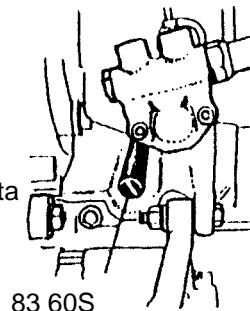

Fig.1
- 5/. Remueva el tapón roscado del bloque de cilindros y ponga el Tornillo de Calibración, esta es la posición TDC (Completamente Centrado) Véase la Fig.1.